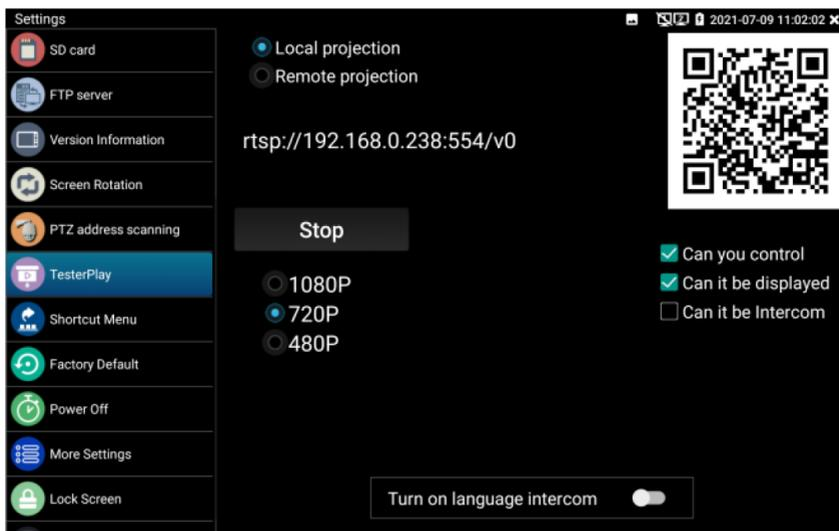
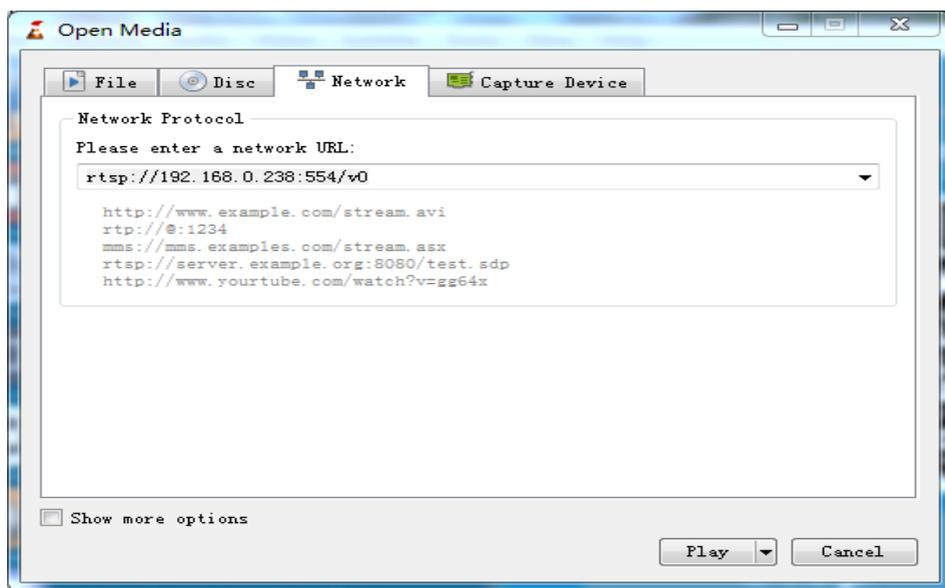

Рис. 27 Приложение TesterPlay
Рис. 30 Настройки VLC плеера на ПК
- 1) Найдите пункт меню TesterPlay в настройках тестера (рис. 27);
- 4) Укажите RTSP адрес в строке, как показано на рис. 30 (RTSP адрес трансляции указан в приложении Tester Play, рис. 27), нажмите кнопку Play (Воспроизведение);